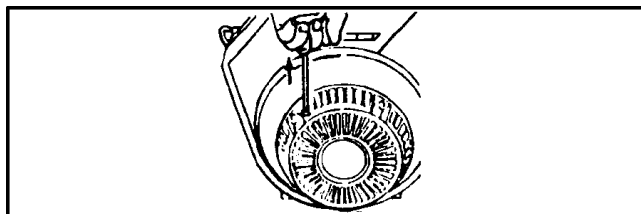

Figure 3-4. Démarreur enrouleur - Moteur Vanguard.
2. Mettre le levier de vitesse au point mort (N). Engager le levier manuel du frein de retenue et appliquer le frein de secours et/ou de stationnement.
5. Saisir la poignée comme à la figure 3-4 et tirer lentement jusqu'à ce que le lanceur accroche.